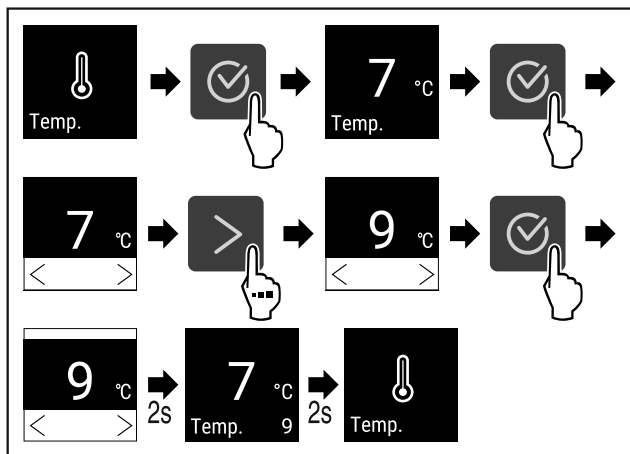

Fig. 66 Hőmérsékletváltozás 7°C-ról 9°C-ra
- ▶ Végezze el a gyakorlati lépéseket (lásd Fig. 66).